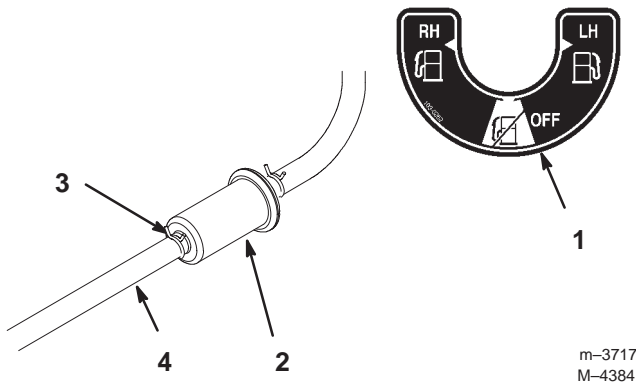

Figure 45
6. Posez un filtre neuf et rapprochez les colliers de fixation du filtre (Fig. 45).
2. Fermez le robinet d'arrivée de carburant (Fig. 45).
3. Desserrez le collier de serrage au niveau du filtre à carburant et repoussez-le le long de la conduite d'alimentation pour l'éloigner du filtre (Fig. 45).
4. Débranchez la conduite d'alimentation du filtre (Fig. 45). Ouvrez le robinet d'arrivée de carburant et laissez l'essence s'écouler dans un bidon ou un bac de vidange.
5. Raccordez la conduite d'alimentation au filtre. Rapprochez le collier de serrage du filtre pour fixer la conduite d'alimentation (Fig. 45).